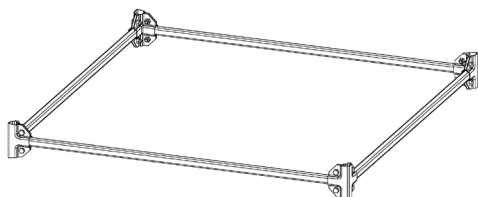

Рисунок 5 – Предварительная фиксация конструкции нижнего уровня
3. Предварительно зафиксировать собранные позиции из «Стоек горизонтальных» с помощью позиции «Скоба крепежная А5 х 4» в количестве 4 шт., фиксируемой с помощью позиции «Болт DIN933 М8х20 оцинк.» в количестве 16 шт. и позиции «Гайка DIN934 М8 оцинк.» в количестве 16 шт. (см. Рисунок 5);